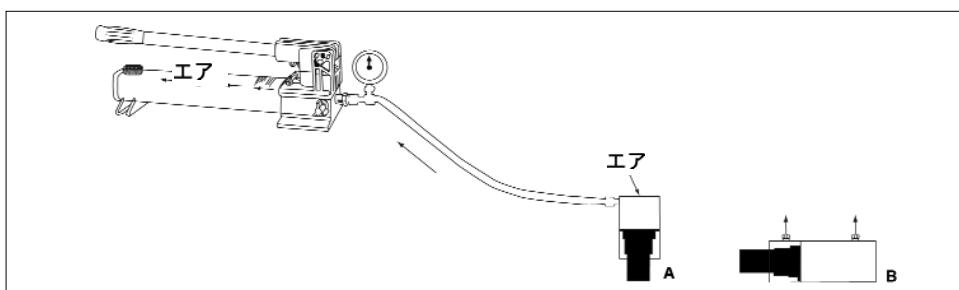

図9
シリンダシステムからエアを抜くと、シリンダの前進、戻りがスムーズになります（図9参照）。
3. ピストン側を下にして（引きシリンダ使用の場合は上）シリンダを置きます。下の図9参照。
- シリンダを水平な位置に置きます。図9参照。